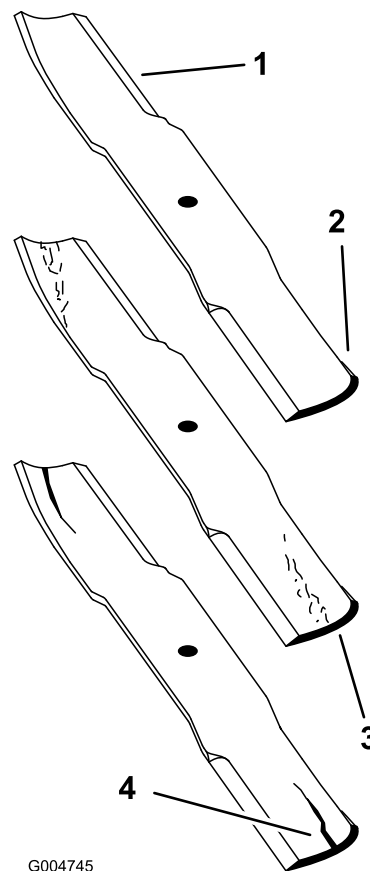

Figure 61
1. Examinez le tranchant des lames (Figure 61).
2. Inspectez les lames, surtout la partie relevée (Figure 61).
**Remarque:** Remplacez immédiatement toute lame fendue, usée ou qui présente une entaille (Figure 61).